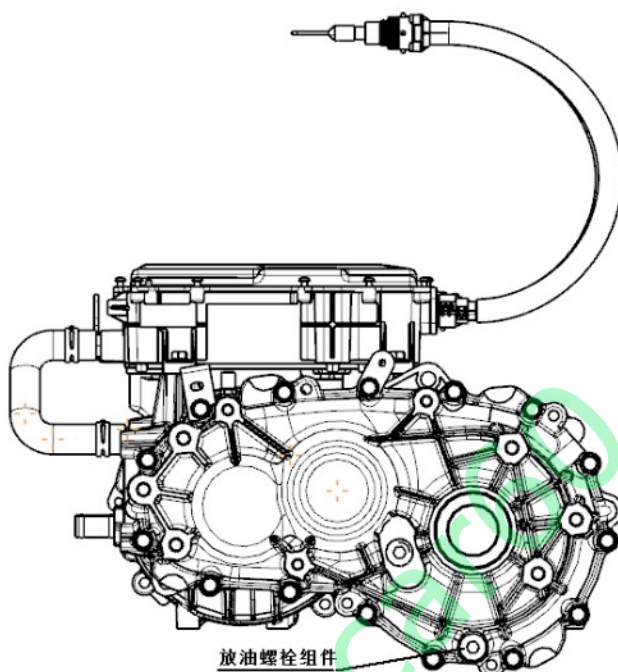

图3 排出齿轮油
HDE 前驱电动总成外形尺寸  $A \times B \times C = 551\text{mm} \times 424.5\text{mm} \times 376\text{mm}$ ，见图 3
**1.1 排出齿轮油：**在动力总成拆卸前，打开放油螺塞组件(如图3)，将变速箱体内的润滑油排放干净，再带上放油螺塞组件，防止在拆卸过程中，异物掉入变速箱腔体内。